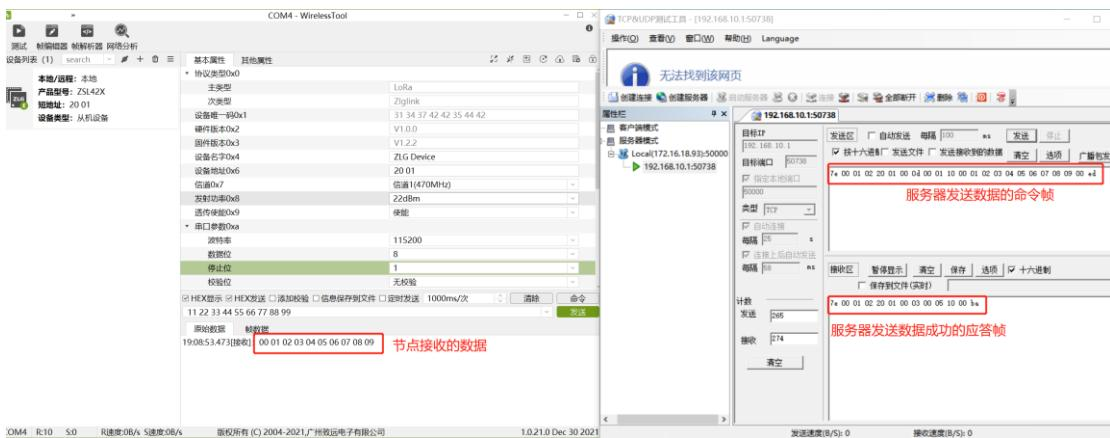

图 4.49 服务器使用命令帧发送数据
1) TCP 服务器给 0x2001 节点发送 16 进制数据: 00 01 02 03 04 05 06 07 08 09, 如图 4.49 所示，发送的命令帧：